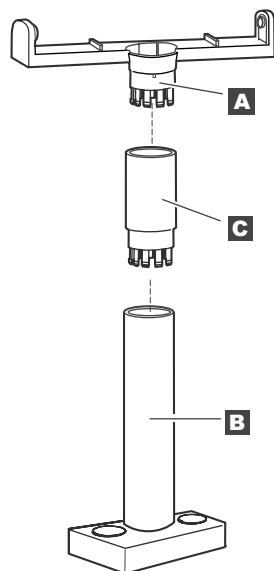

图 58. 装配支撑杆
1. 将轭形托架（第 65 页的图 58 中的 **A**）连接到支撑杆（**B**）。如果需要，在 **A** 和 **B** 之间增加一个延长杆 **C**。